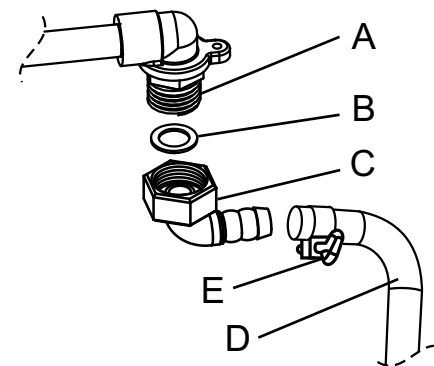

Fig 5
燃气连接 (Fig. 5)
- 使用软管连接（仅适用于LPG）。 在这种情况下，需要插入附件和O型，如图5所示。